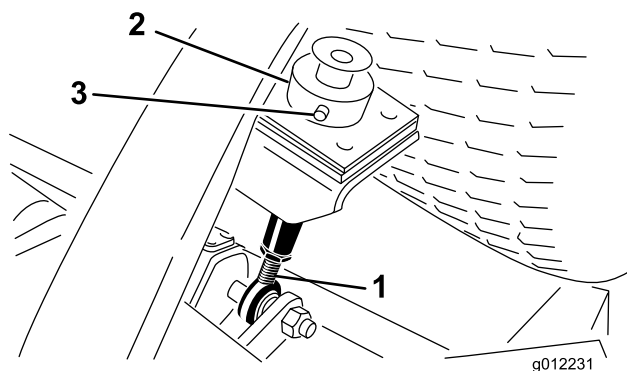
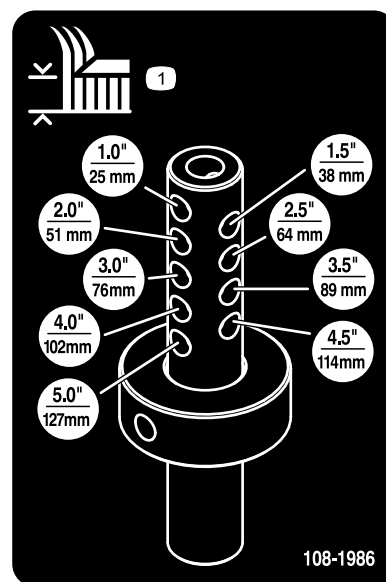

Figura 8
Figura 9
5. Rimuovete la coppiglia e il perno con testa che fissano il collare dell'altezza di taglio alla relativa asta sulla parte posteriore dell'apparato di taglio (Figura 8).
6. Allineate il collare dell'altezza di taglio ai fori dell'altezza di taglio desiderata sull'asta dell'altezza di taglio (Figura 8 e Figura 9).